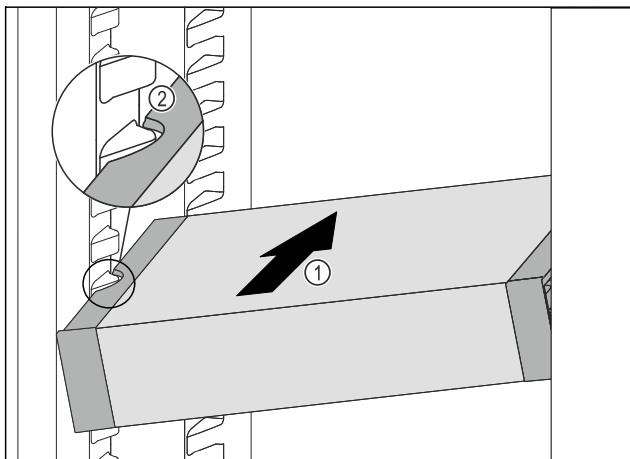

Fig. 47
- ▶ Вдвигайте VarioSafe под наклоном в холодильное отделение Fig. 47 (1), пока боковые выемки Fig. 47 (2) VarioSafe не окажутся на высоте выступа резервуара в холодильном отделении.